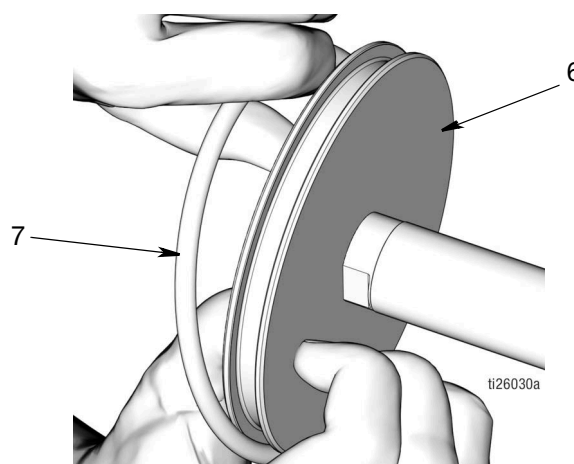

FIG. 50
- Aplique una capa fina de grasa en la junta tórica (7). Instale la junta tórica (7) alrededor del pistón (6) como se observa en FIG. 50.